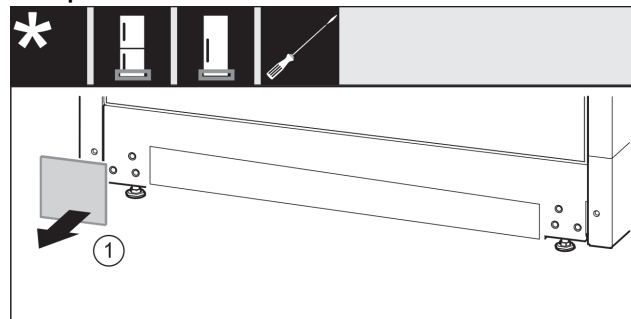

Fig. 14
- ▶ Snemite pokrov Fig. 14 (1).